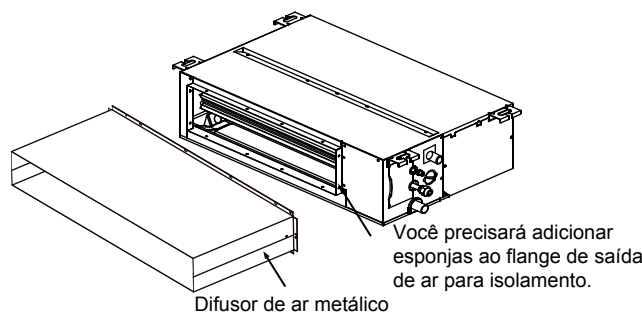

Figura 2.6
- Quando o painel de saída de ar estiver conectado ao flange da saída de ar do corpo da unidade por meio do difusor metálico de ar, certifique-se de que a superfície de contato da folha metálica esteja corretamente vedada e isolada usando esponjas, como exibido na Figura 2.6.